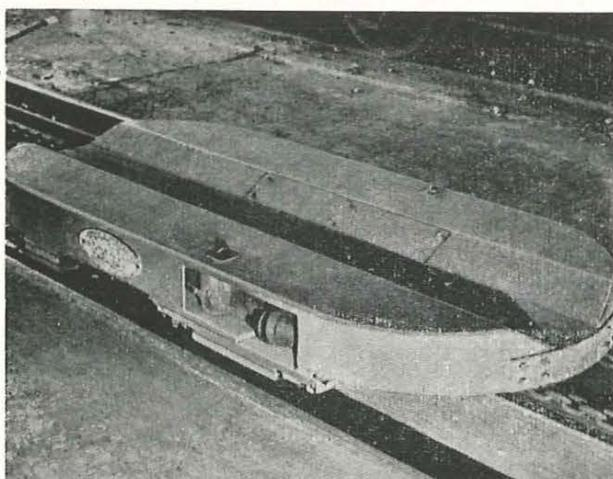

Fig. 35. — Ravanceur « Beetle » pour wagons, avec dispositif d'entraînement rentré.
I. Le « Beetle » (fig. 35 et 36).